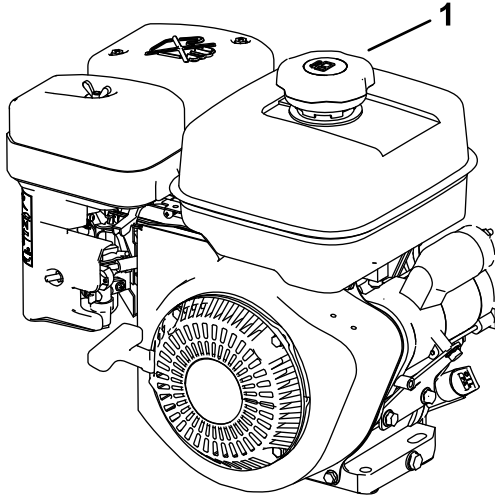

Figura 8
3. Limpie alrededor del tapón de combustible y retírelo (Figura 8).
4. Llene el depósito con combustible (Figura 8) hasta entre 6 y 13 mm desde la parte superior del depósito. **No lo llene en el cuello de llenado del depósito.**